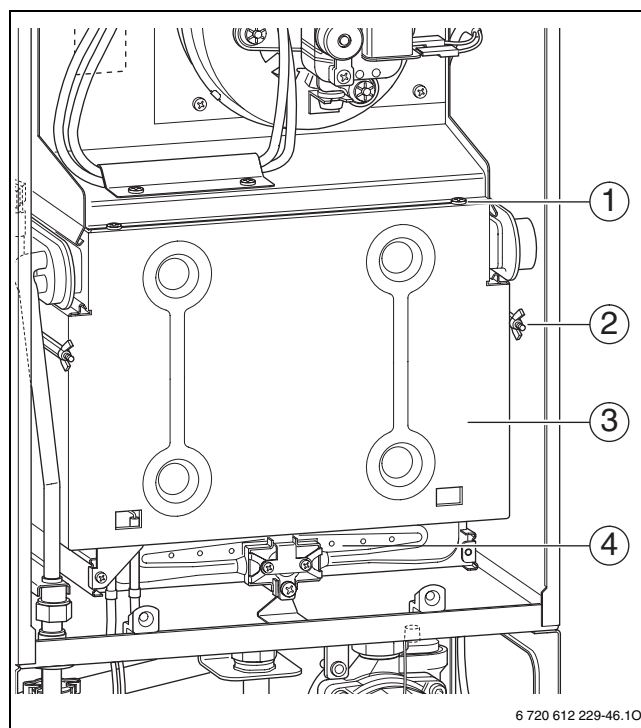

Fig. 67 Se deschide arzătorul
- Se scoate peretele frontal al camerei de ardere și arzătorul (→ Fig. 67).